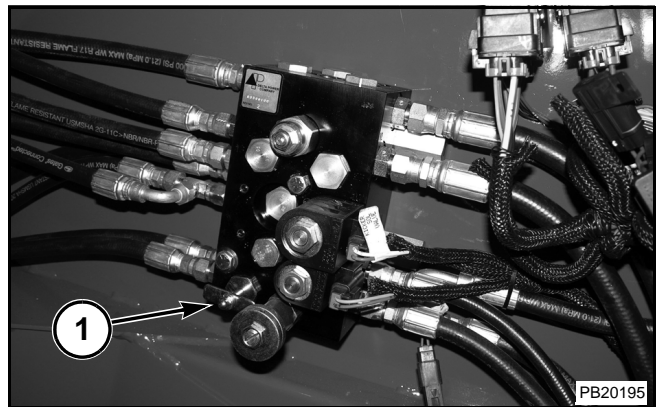

FIG. 27
FIG. 27: Abra la válvula de alivio de presión (1) para liberar la tensión en las correas de formación de fardos. Consulte el apartado Alivio de la tensión de la correa de formación de fardos en la sección Lubricación y mantenimiento. Cierre la válvula de alivio de presión antes de enfardar.